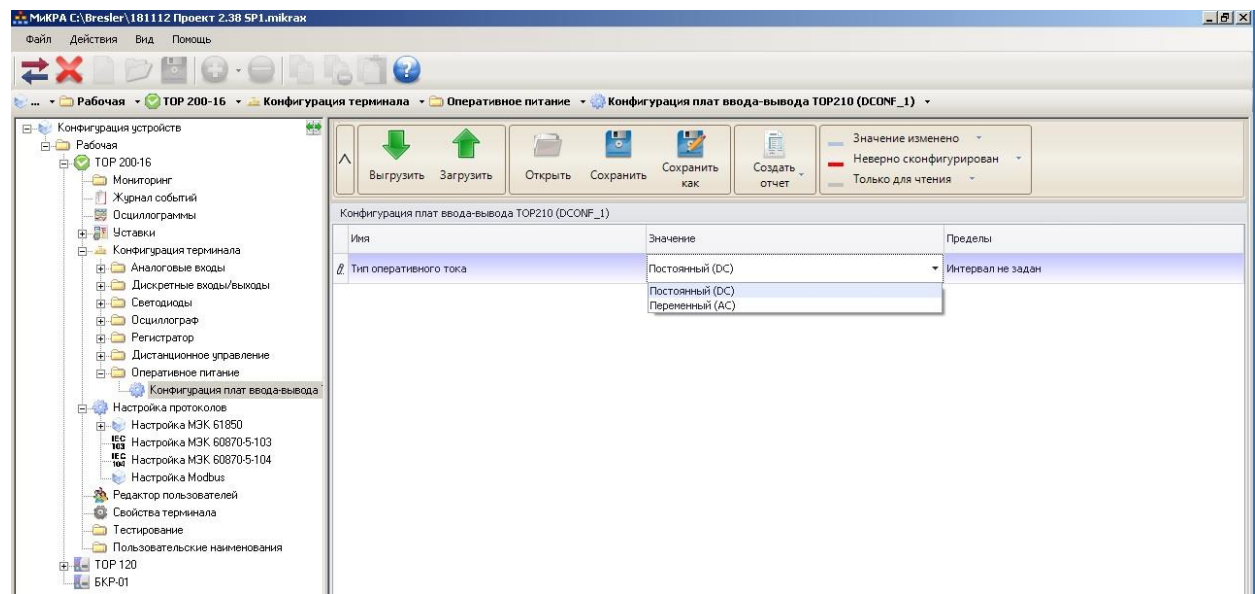

Рисунок 2.1 – Настройка вида оперативного тока
2.2.6.1 Входные дискретные цепи с номинальным напряжением 220 В (110 В) предназначены для работы на постоянном и переменном токе. Номинальное значение напряжения входных сигналов составляет 110 В или 220 В постоянного или переменного тока (определяется при заказе устройства). Вид оперативного тока (постоянный или переменный) задается уставкой «Оперативное питание» в меню Конфигурация терминала/Оперативное питание/ Конфигурация плат ввода-вывода сервисного ПО «МиКРА» (рисунок 2.1). При